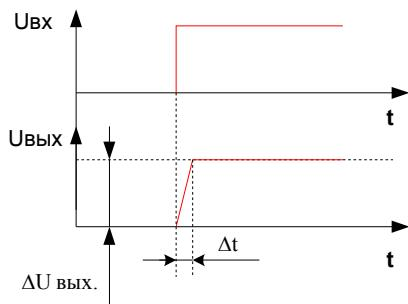

Рис. 258
- $$\left[\frac{B}{мкС} \right] \text{ (смотрите рисунок 258).}$$